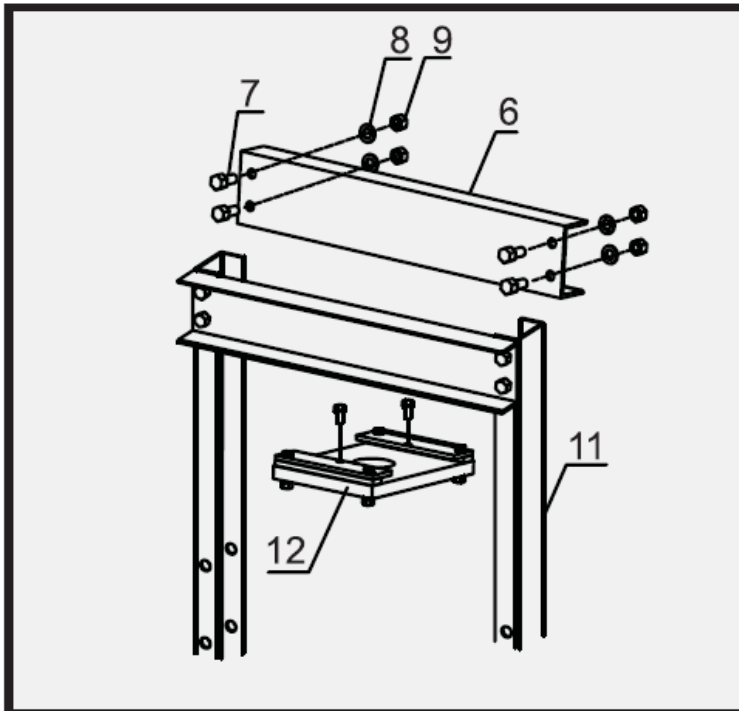

Рис. 3
4. Совместите отверстия верхней поперечины (6) с отверстиями в верхней части стоек (11) и закрепите соединения болтами (7), с шайбами (8) и гайками (9). Закрепите плиту основания силового цилиндра (12). См. рис. 3.